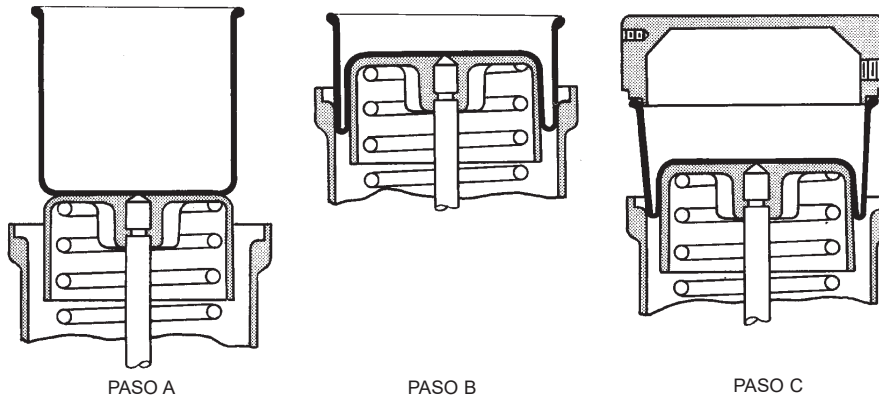

Figura 7 - Método 1
- H-1. La inscripción "Lado del pistón" se encuentra en el diafragma (40). Si se utiliza, aplique cemento a este lado del diafragma.
- I-1. Centre y adhiera el diafragma (40) a la parte superior del pistón (43) (vea la Figura 7-Método 1, Paso A).
- J-1. Enrolle el diafragma (40) dentro del tambor del resorte (38) hasta que el diafragma se enganche parcialmente en el tambor del resorte (consulte la Figura 7-Método 1, Paso B).
K-1. Coloque el reborde del diafragma (40) sobre el borde de la caja del diafragma (42) y deslice cuidadosamente la caja del diafragma (42) hacia abajo sobre el pistón (43) hasta que se asiente en el tambor del resorte (38). (Vea la Figura 7-Método 1, Paso C).